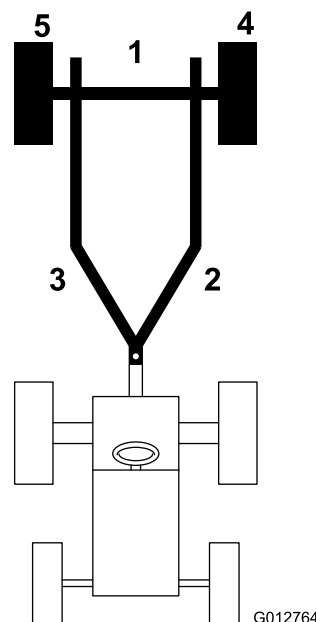

図 18
3. 牽引車両の駆動輪が空転して芝を損傷させないように、モアを下降させる時は、走行している状態でコントロールレバーを下げる。コントロールパネル上部にカットティングユニットの配置図があるので参考にする 図 18。